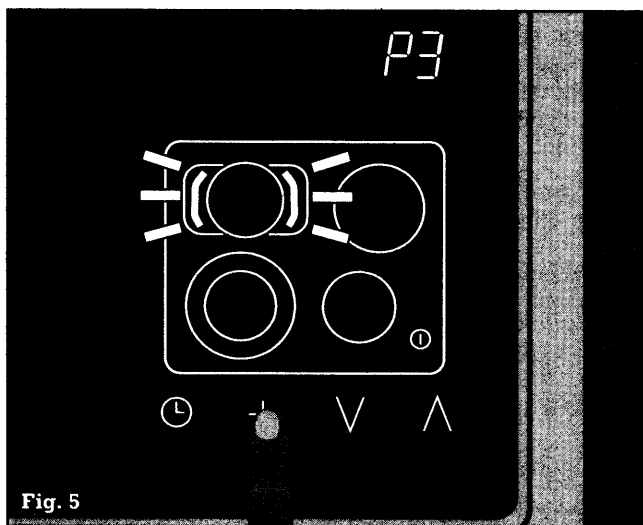

Fig. 5
- ... berør symbolet +. I timer-displayet lyser **P3**. I displayet for kogezone 2 (bagest til venstre) blinker symbolet for tilkoblingen  (fig. 5). Ved at berøre kogezone i displayet kan De nu udvælge de samme indstillinger som ved kogezone 1. Værdierne gemmes som beskrevet ovenfor.